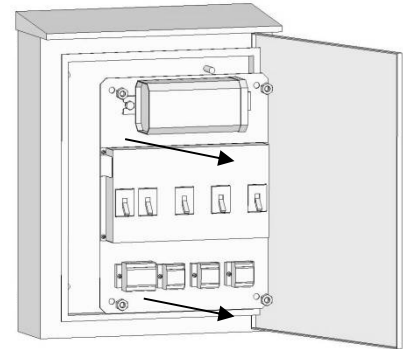

図1
① 内器とボックスを接続しているアース線を外し、内器をボックスから取り外してください。〈図1〉(M8ナット4ヶ所)